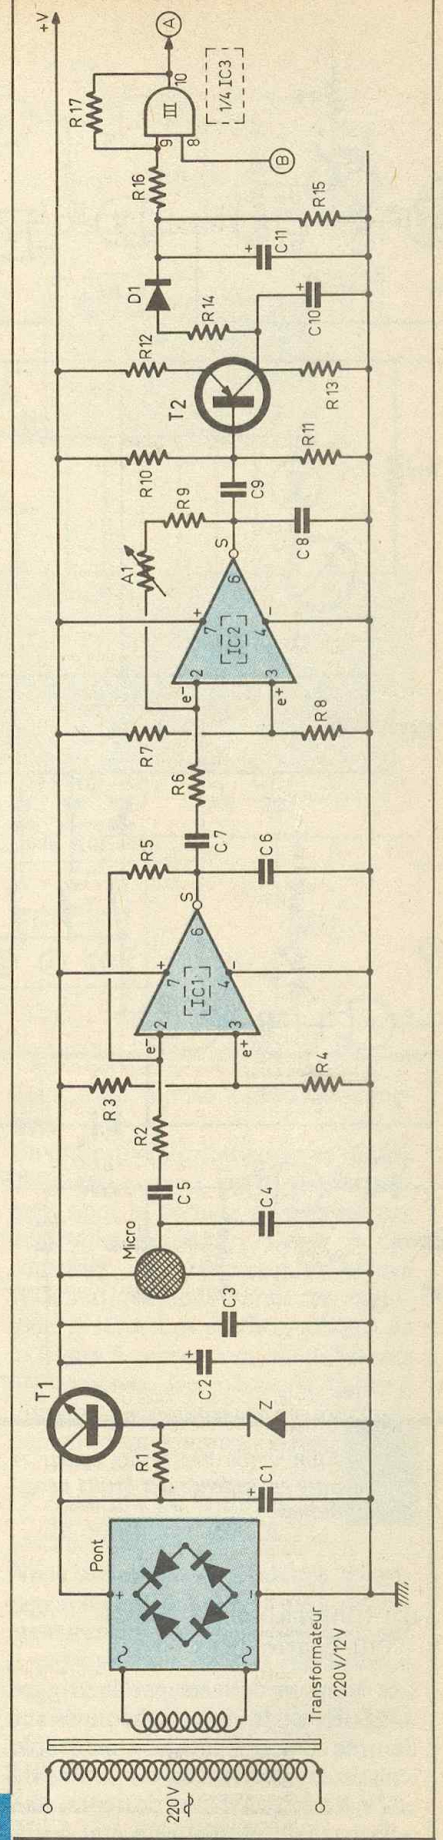

Fig. 2
a) Alimentation (fig. 2)
b) Amplification (fig. 2)
c) Mise en forme du signal (fig. 2 et 3)